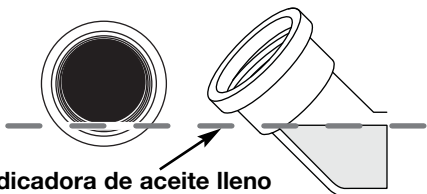
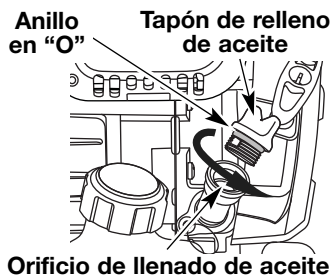

Fig. 12
Fig. 10
2. Saque el tapón de aceite/ varilla de medición del cigüeñal (Fig. 10).
2. Quite el tapón de llenado de aceite del cárter (Fig. 10).
3. Revise el orificio de llenado de aceite (Fig. 10). Si el nivel de aceite llega hasta la primera rosca, entonces no añada más aceite (Fig. 12). Si no es así, continúe llenando con aceite hasta que llegue a la marca.